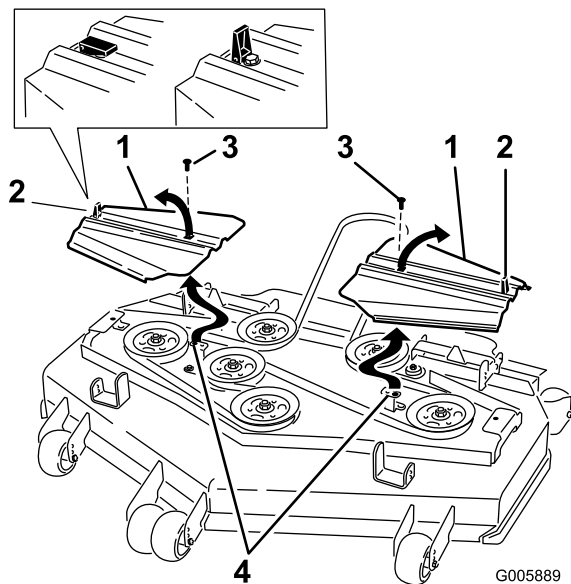

Figura 52
12. Instale las cubiertas de la correa introduciendo las pestañas en las ranuras. Coloque los tornillos y fije los cierres (Figura 52).